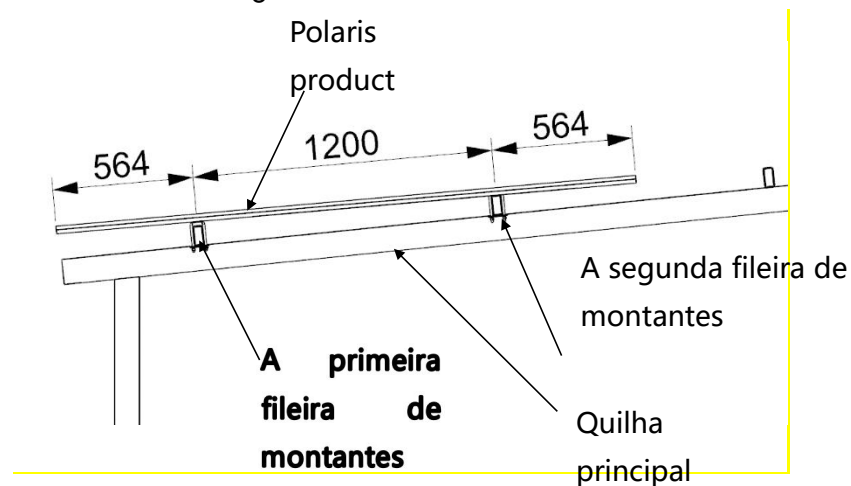

Figura 10
- ② Ajuste o produto para manter sua direção de comprimento paralela à viga principal. A distância do quadro inferior do produto até o centro da primeira fileira de montantes é de 564mm, e a distância do quadro superior até o centro da segunda fileira de montantes também é de 564mm (Figura 10).;